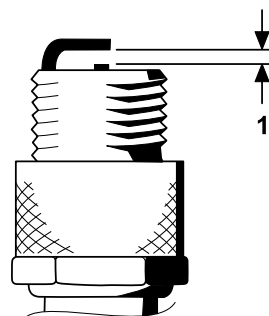

Figura 34
4. Ajuste la distancia entre los electrodos central y lateral a 0.76 mm (0.030"), como se muestra en la Figura 34.